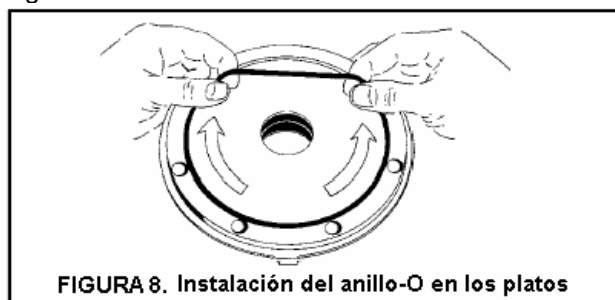

FIGURA 8. Instalación del anillo-O en los platos
7-Instale el nuevo anillo O (72) del cabezal en el surco en la cara interna del cabezal (20). Coloque el anillo sobre el surco del cabezal y con los dedos estire hasta que asiente totalmente en el surco como lo muestra la Figura 8.